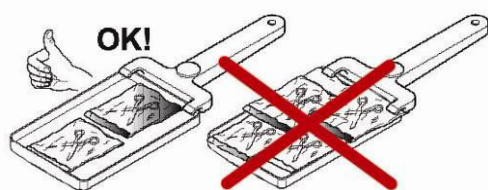

Fig. A3-1
- Lorsqu'on stérilise des instruments emballés, ne pas superposer les sachets sur les plateaux (Fig. A3-1).